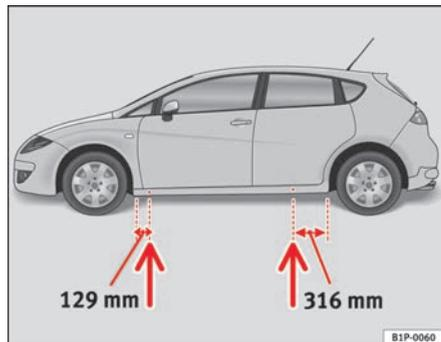

Fig. 156 Punti di appoggio per il cric
- Applicare il cric al longherone inferiore del veicolo nel punto di appoggio più vicino alla ruota da sostituire ⇒ fig. 156.
Sul montante inferiore sono segnati i punti a cui applicare il cric ⇒ fig. 156. È previsto un punto per ogni ruota. Non collocare il cric in altri punti.